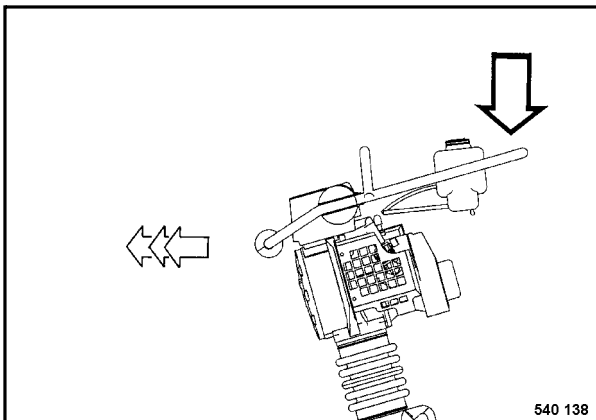

Fig. 4
- La velocidad de avance también se puede variar con la presión aplicada sobre el estribo (Fig. 4).